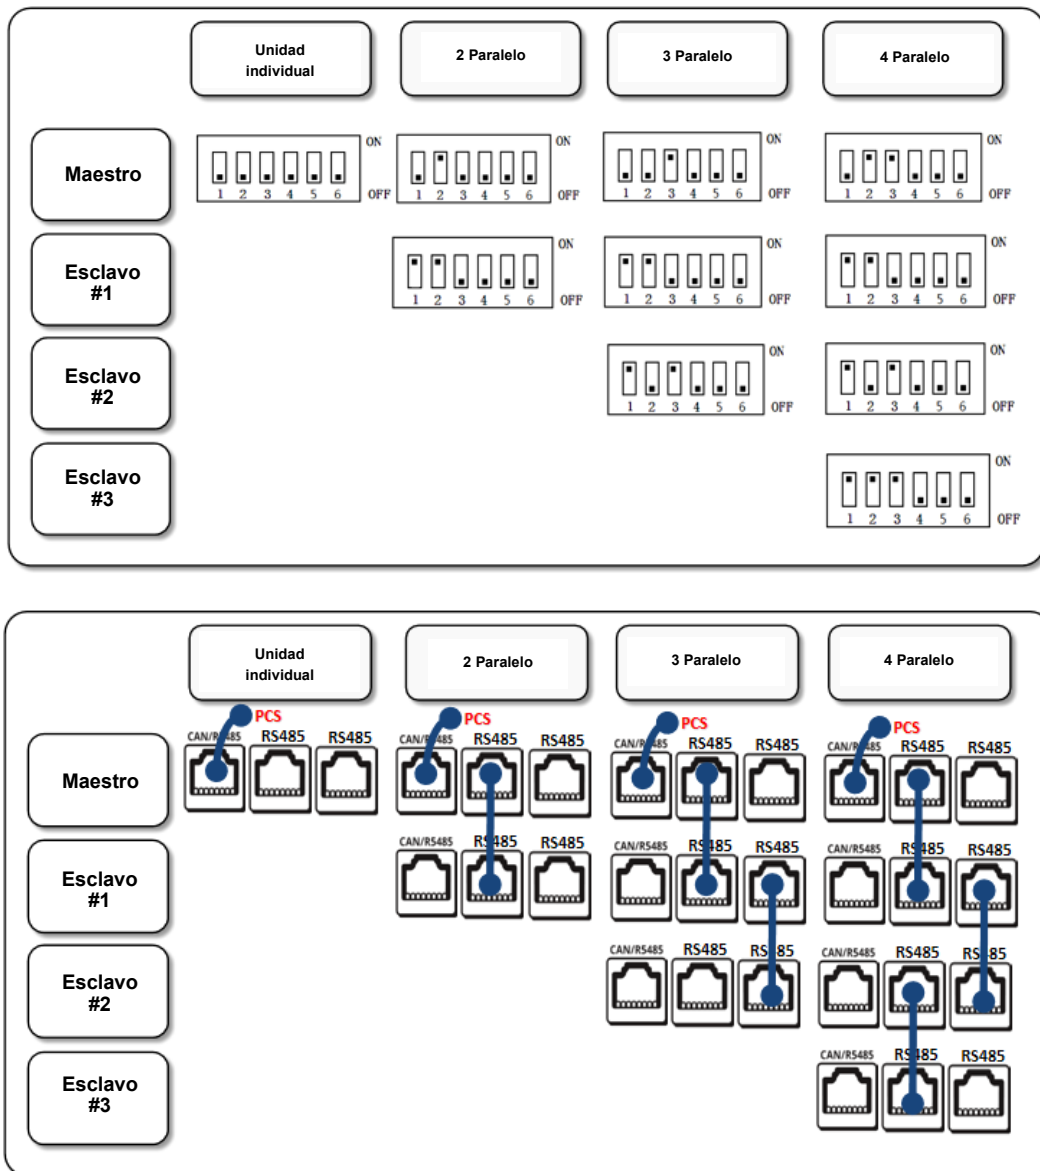

Fig. 5.4.2- Communication port connecting
2. Configura el código de marcación según la fig. 5.4.2.